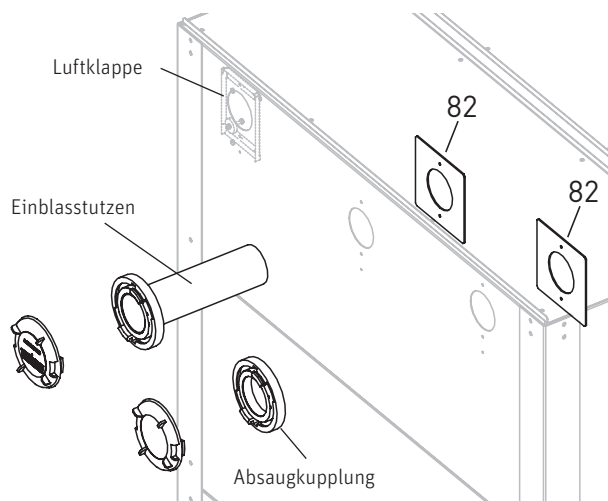

Fig. 18 Einblasstutzen und Absaugkupplung montieren
1 Einblasstutzen, 1 Absaugkupplung – außen, 2 Stutzenbefestigungen (82) – innen mit je 2 Stk. M6 x 40 Senkschrauben und Muttern zusammenschrauben – Fig. 18.